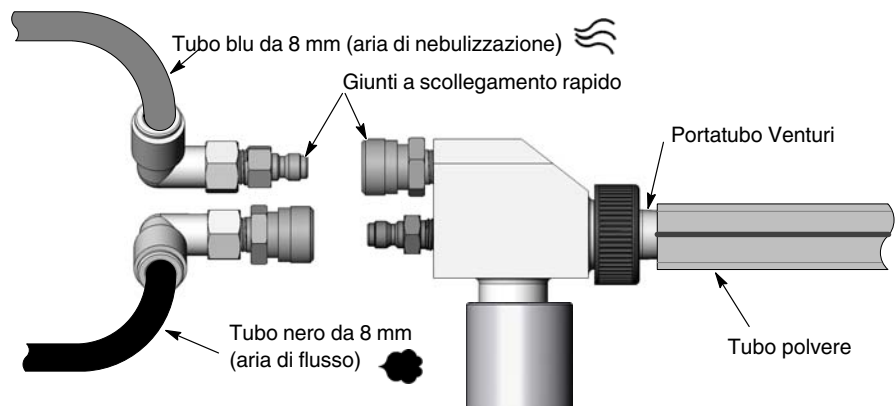

Figura 3-9 Collegamenti della pompa
1. Vedi figura 3-9. Inserire il tubo blu dell'aria di nebulizzazione da 8 mm e il tubo nero dell'aria di flusso da 8 mm nei raccordi per tubo della pompa come illustrato.